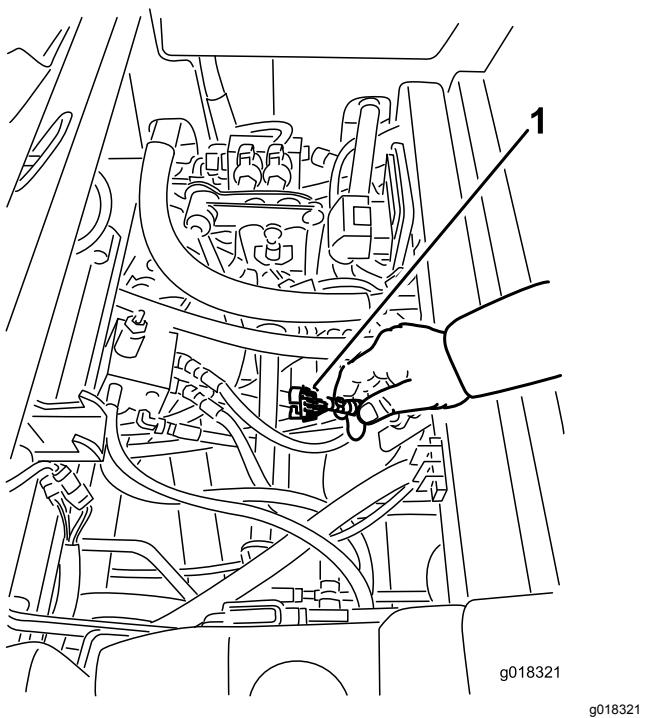

Bild 20
- Machen Sie den Kabelbaum und die Stecker in der Nähe des Steuergeräts ausfindig (Bild 20).